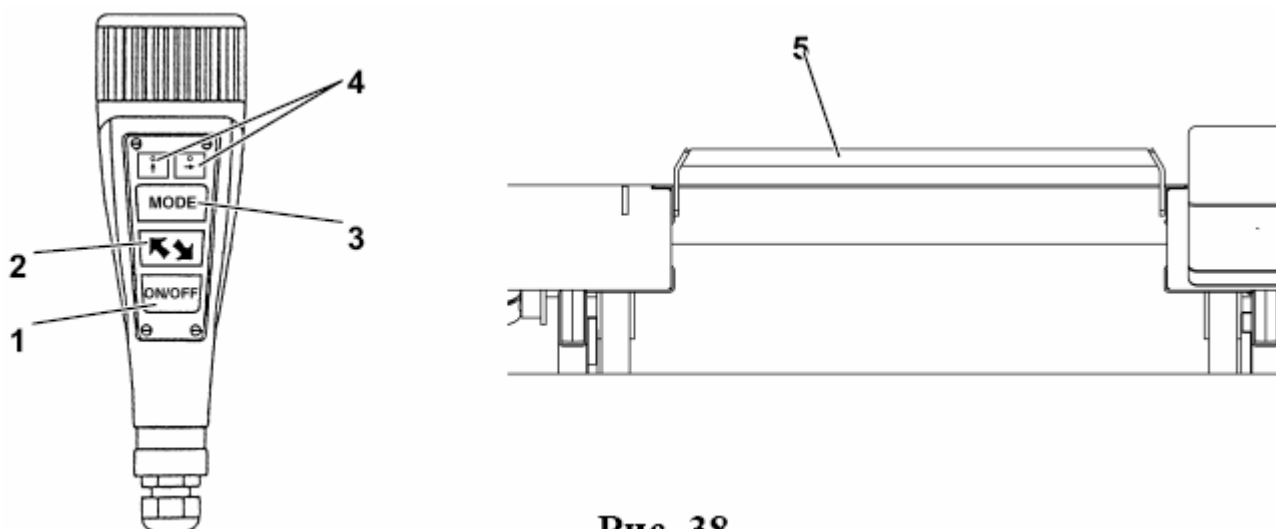

Рис. 38
**Включение** (см. Рис. 38) – Установите главный выключатель в положение 1 и нажмите кнопку (1): загорится свет и запустится гидроблок управления.
**Выключение** – Нажмите кнопку (1).
**Запуск пластин люфт-детектора** – Нажмите и отпустите кнопку (2).
**Включение** (см. Рис. 38) - Установите главный выключатель в положение 1 и нажмите кнопку (1): загорится свет и запустится гидроблок управления.
**Выбор типа вращения пластин люфт-детектора** – Нажмите кнопку (3) для выбора необходимого типа вращения (поперечное, продольное, диагональное).